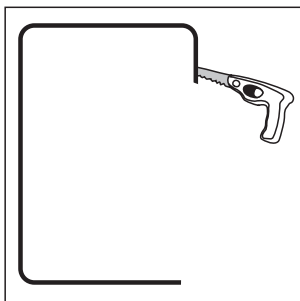

FIGURE 11
- Carefully cut the hole with the appropriate cutting tool for your wall or ceiling material. Start the hole by drilling a hole on the inside of the tracing (with the drill bit touching the line). Use this hole to insert the saw or knife and begin cutting [figure 11].
- Découpez soigneusement l'embrasure avec l'outil approprié au matériau de votre mur ou plafond. Commencez l'opération en faisant un trou à l'intérieur du traçage (la mèche touchant le traçage). Utilisez ce trou pour insérer la scie ou le couteau et commencer le découpage [figure 11].